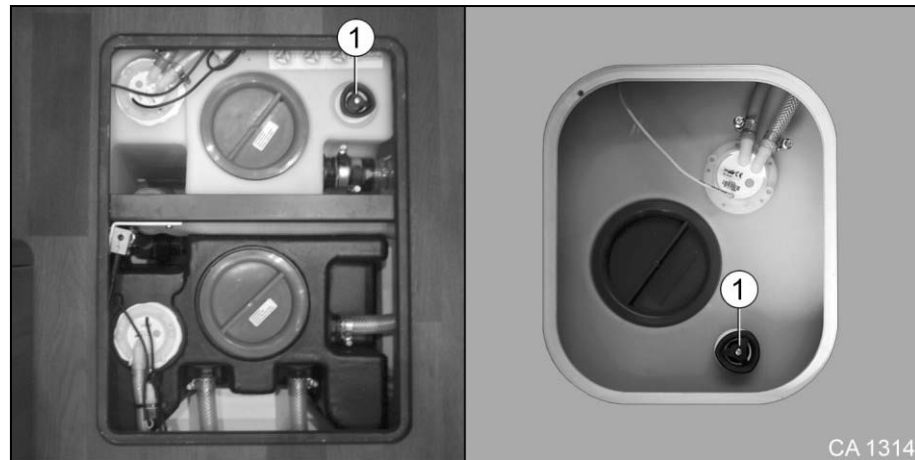

Fig. 136 Faire le plein du réservoir d'eau fraîche
2. Fermer le robinet de vidange du réservoir d'eau fraîche (Fig. 136/1).